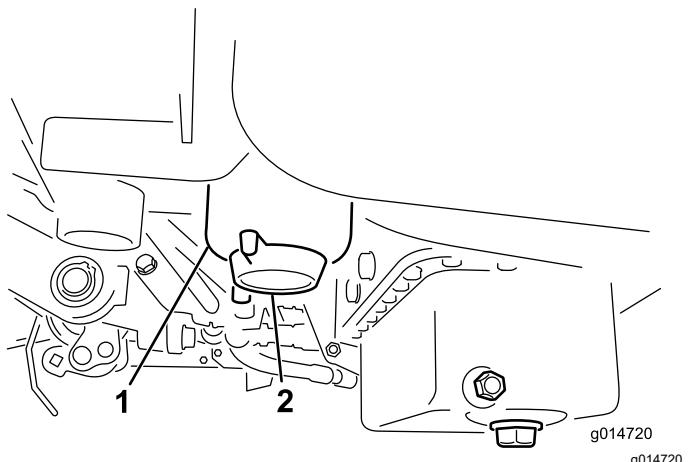

Figura 33
- Pulite la superficie circostante la scatola del filtro (Figura 33).
- Aprite il tappo di spurgo del filtro (Figura 33).